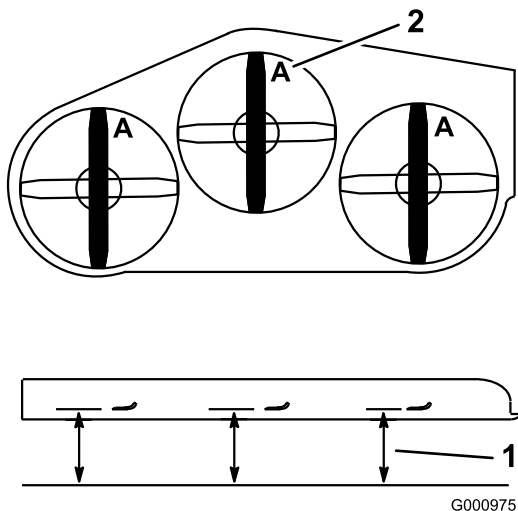

Figura 76
4. Mida desde una superficie nivelada hasta el filo de corte, posición **A**, de las cuchillas (Figura 76).